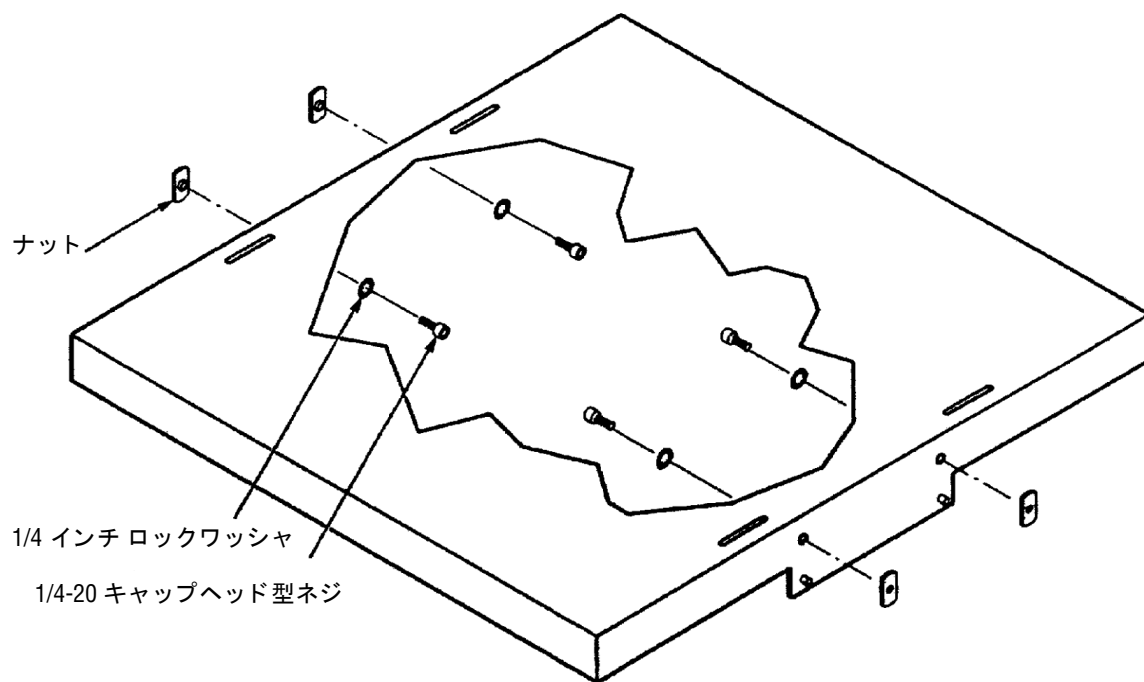

図 6: 棚板（ボトム）の準備
1. 図 6 に示すように棚板を準備します。棚板の両側面の 4 つの穴に、キャップヘッド型ネジ、ロックワッシャ、ナットを図に示すように取り付けます。ネジは固く締めずにゆるめにしておきます。ナットを 1 回転以上締めないでください。